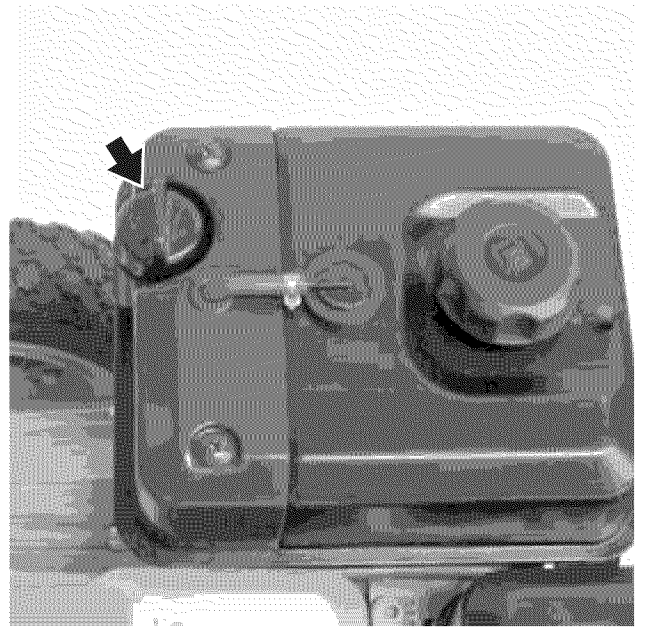

Figura 53 – Tapón de llenado/varilla de medición del aceite – WP3000Z
5. Retire el tapón de llenado/la varilla de medición del aceite (Ver Figura 53).